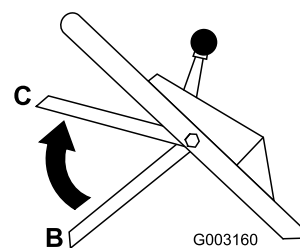

Figura 20
3. Levante la barra de control hasta la posición central, unas 13 cm (5 pulg.) por debajo del travesaño del manillar (Posición C en Figura 20).
4. Suelte la barra de control de la cuchilla (Posición B en Figura 20).